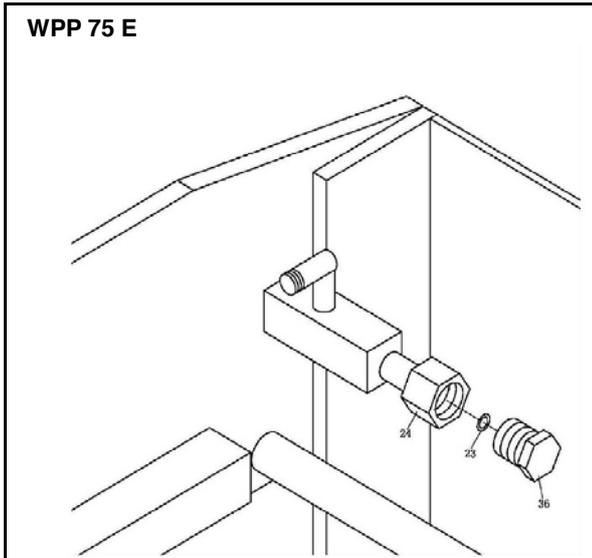

Abb. 12: Pumpeneinheit montieren
Schritt 2: Die Pumpeneinheit mit den Schrauben und Scheiben außen am Gestell fixieren (siehe Abb. 12).